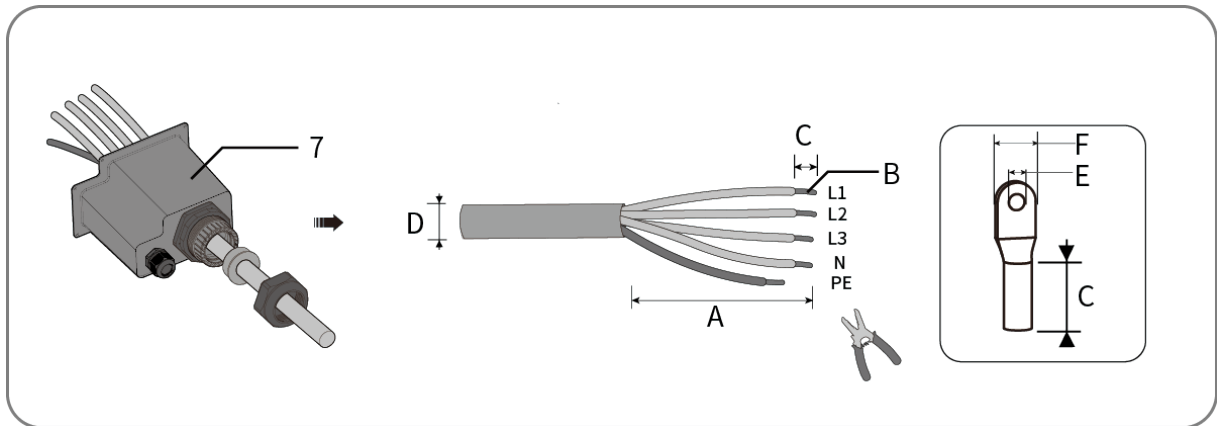

Abb. 16. AC-Kabelleitungen; AC-Kabel abisolieren
6. Lösen Sie die Isolierung der Einzeladern für L1 / L2 / L3 / N und PE (Erdung), so dass Kabel und Isolierung in die OT/DT-Klemme eingesetzt werden können (siehe Abb. 16). Der PE-Schutzleiter muss 5 mm länger sein als die L- und N-Leiter.